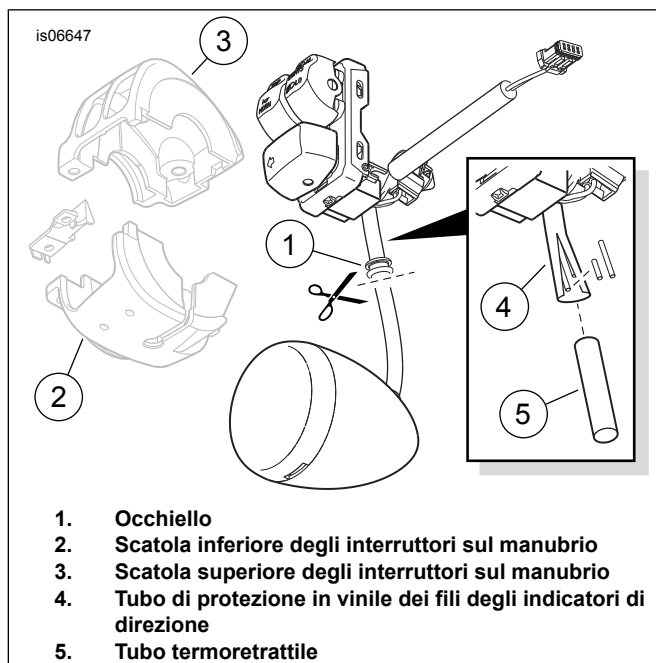

Figura 2. Taglio dal gruppo degli interruttori dei fili degli indicatori di direzione
1. Vedere Figura 2. Su un lato del veicolo, tagliare i fili degli indicatori di direzione ed il tubo di protezione che conduce al gruppo degli indicatori di direzione a filo dell'occhiello (1) sulla parte inferiore della scatola inferiore degli interruttori del manubrio (2). Lasciare circa 50–75 mm (2–3 in) di filo sulla scatola degli indicatori di direzione.